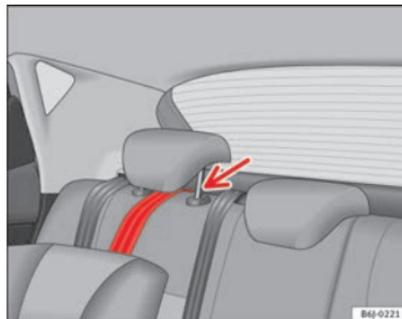

Fig. 28 Correa de sujeción: correcto ajuste y montaje
- Dirigir la correa de sujeción del Top Tether por debajo del apoyacabezas de la plaza posterior ⇒ fig. 28 (levantar el apoyacabezas si es necesario).